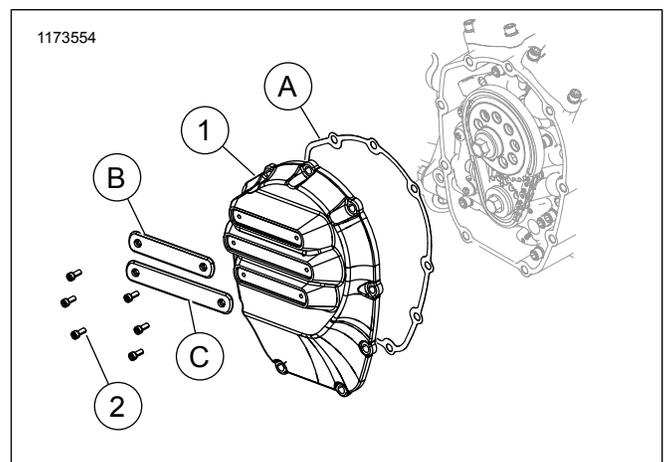

Abbildung 1. Milwaukee-Eight Nockenwellendeckel (typisch)
Siehe Abbildung 1 und Tabelle 1.
2. Komponenten nach Bedarf lösen oder entfernen, damit der Nockenwellendeckel (1) zugänglich wird.
4. Siehe Abbildung 1. Den Nockenwellendeckel (1) entfernen.
6. Die Dichtung (A) austauschen.
7. Den Nockenwellendeckel (1) einbauen. Die Schrauben in der im Werkstatthandbuch gezeigten Reihenfolge anziehen. Drehmoment: 10,2–13,6 N·m (100–120 in-lbs)